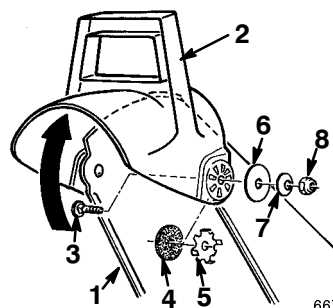

Figure 13
2. Fixez le côté gauche du déflecteur à l'éjecteur à l'aide des pièces requises comme illustré à la Figure 13.